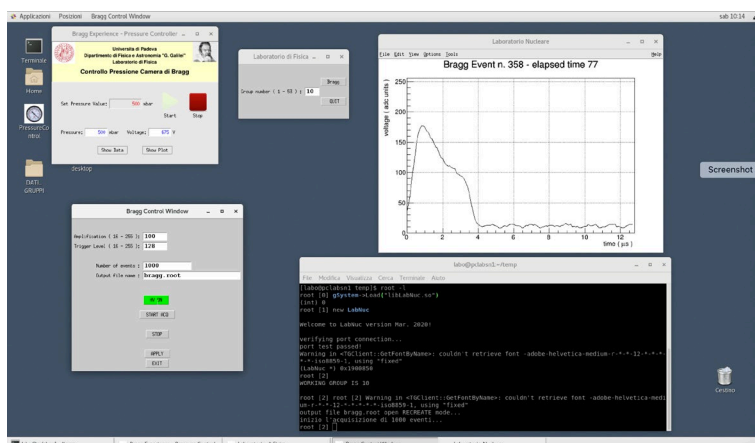

Figura 3: esempio di sessione di lavoro su un PC del laboratorio
- posizionare le finestre in modo da averle tutte accessibili tipo in figura 3